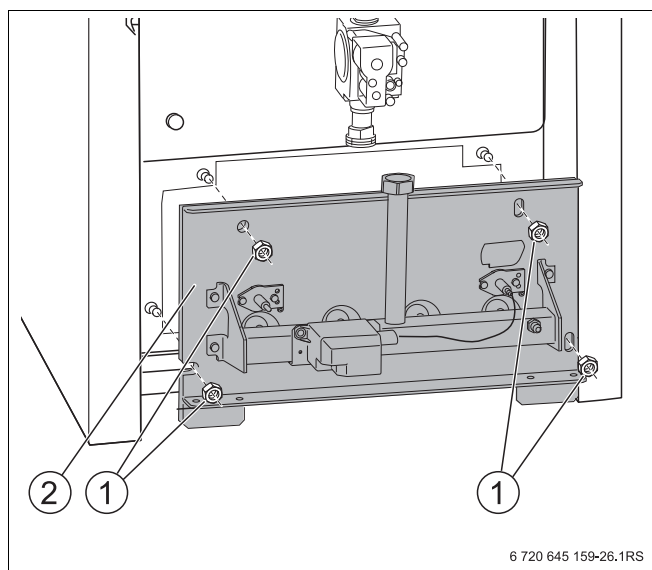

Рис. 39 Снятие крепежных гаек
- Открутить крепежные гайки (Рис. 39, поз. 1) на щитке горелки (Рис. 39, поз. 2) и вынуть газовую горелку.
- При креплении щитка горелки (Рис. 39, поз. 2, стр. 57) слегка затянуть четыре болта.